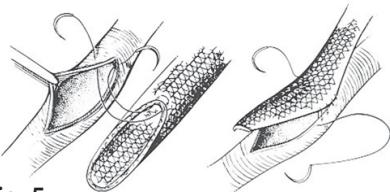

Fig. 5
- O material de sutura preferido é o polipropileno monofilamentar. Durante a sutura revirar os bordos da prótese e garantir que a completa espessura da parede e a malha são incluídas em cada ponto. Fig. 5. Recomenda-se a utilização exclusiva de agulhas não cortantes durante a sutura.